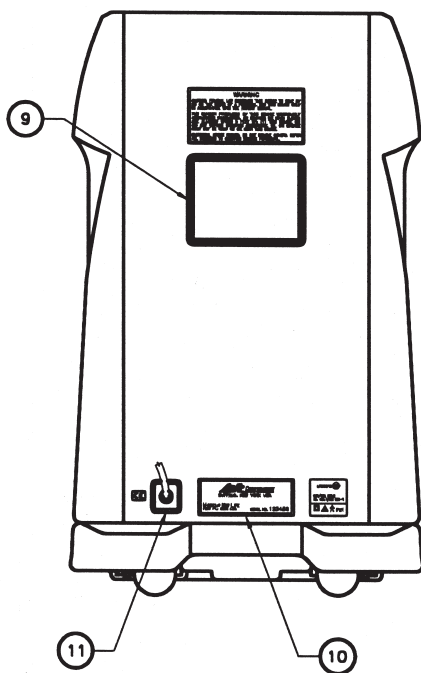

Fig. I.2
I.2 Lato posteriore (Fig. I.2)	3-IT
I. 2. Lato posteriore (Fig. I. 2)